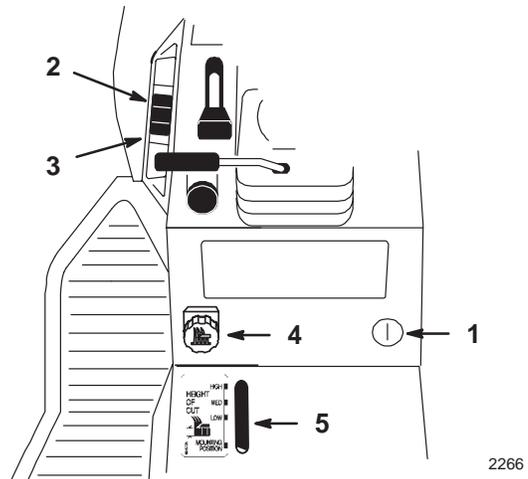

Abbildung 11
Die Hebevorrichtung (Abb. 11) wird zum Heben und Absenken von Zusatzgeräten verwendet.
1. Den Schlüssel auf Position “ON” oder “RUN” drehen (Abb. 11).
2. Den Hebevorrichtungsschalter nach oben schieben, um die Hebevorrichtung nach oben zu bewegen (Abb. 11). Dadurch wird die Zusatzvorrichtung angehoben.
2. Den Hebevorrichtungsschalter nach unten schieben, um die Hebevorrichtung nach unten zu bewegen (Abb. 11). Dadurch wird die Zusatzvorrichtung abgesenkt.
Mit dem Dial-A-Height-Regler (Abb. 11) wird die Abwärtsbewegung der Zusatzvorrichtung eingeschränkt. Der Dial-A-Height-Knopf wird gedreht, um den Punkt des Anschlags nach oben oder unten zu verschieben.
1. Den Hebevorrichtungshebel nach oben schieben – siehe “Anheben von Zusatzvorrichtungen”. In gehobener Position kann der Dial-A-Height-Knopf (Abb. 11) gedreht werden, um die Anschlagsposition zu verändern. Den Knopf im
- Die Dial-A-Height-Anzeige (Abb. 11) zeigt die Höhenänderung, während die Einstellung vorgenommen wird.